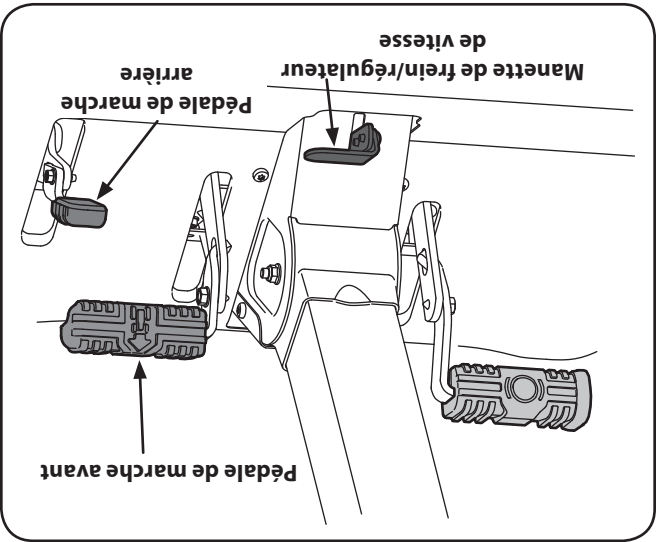

Figure 5-2
6. Pour vous déplacer en MARCHE ARRIÈRE, assurez-vous qu'il n'y a pas d'obstruction derrière vous, puis appuyez lentement sur la pédale d'accélérateur avec la plante de votre pied (et pas votre talon) jusqu'à l'obtention de la vitesse désirée. Voir la Figure 5-2.